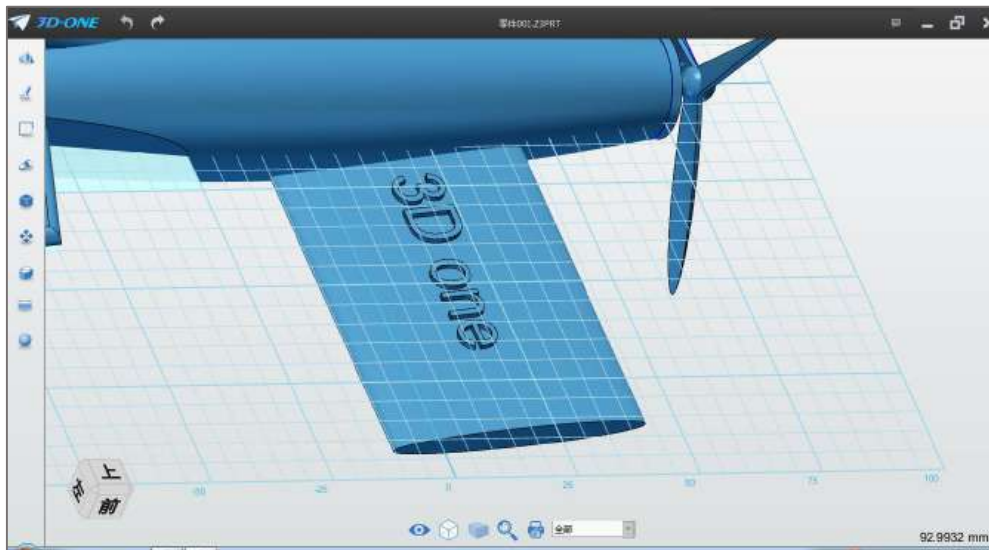

图 4-10
Step 10 曲线鼠标框选投影的曲线，偏移 T 输入 1，点击确定，完成镶嵌曲线，如下图 4-10 所示：